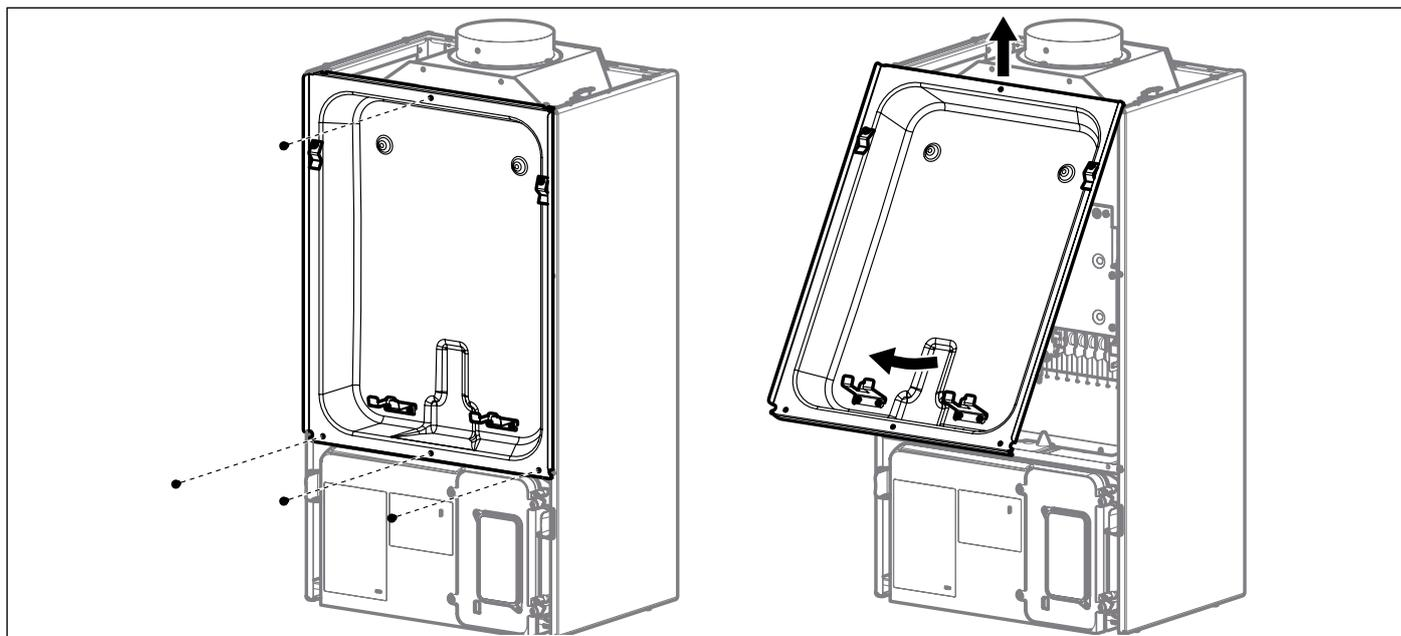

Fig. 23 Camera di combustione
- Rimuovere il pannello frontale della camera di combustione (vedi Fig. 23 Camera di combustione).